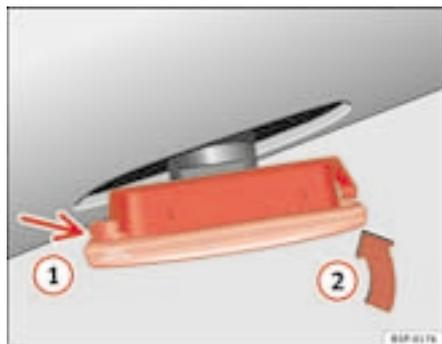

Fig. 155 Indicadores de direcção laterais
- Coloque o pisca em primeiro lugar no orifício da carroçaria, encaixando as patilhas ① ⇒ fig. 155, e, em seguida, encaixe a lâmpada da forma indicada pela seta ② ⇒ fig. 155 ■